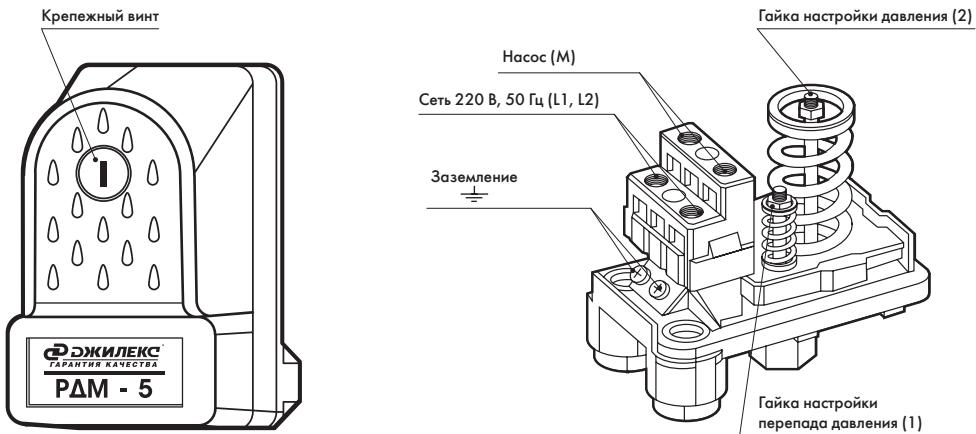

Рисунок 6
- отвинтить крепежный пластмассовый винт (рисунок 6), снять крышку реле. Регулировка верхнего и нижнего предела давления РДМ-5 осуществляется гайкой (2), фиксирующей положение пружины (рисунок 6). Чтобы увеличить значение верхнего и нижнего предела давления, необходимо закручивать гайку по часовой стрелке.